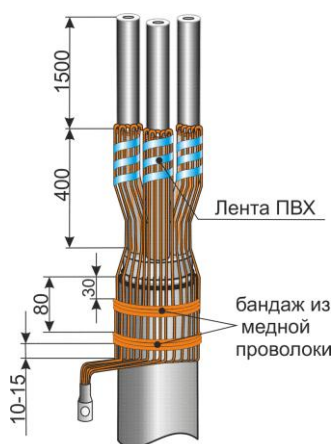

Рис.4
4. Удалить ленты, бандажирующие экран. Расплести проволоки и отогнуть до бандажа. Отогнутые проволоки уложить по каждой жиле и зафиксировать лентой ПВХ на длине 400мм (до слоя межфазного наполнителя). Затем концы проволок уложить на оболочку кабеля и зафиксировать бандажом из 3-4 витков медной проволоки. Проволоки медного экрана скрутить в жилу и оконцевать наконечником. Расстояния указаны на Рис.4. Размотать электропроводящую бумагу до изгиба проволок экрана и аккуратно удалить ее.